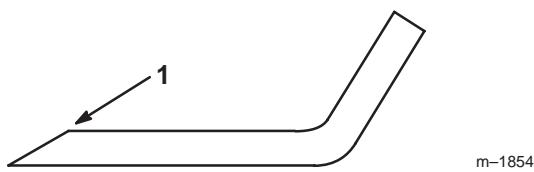

Figure 37
1. Au moyen d'une lime, aiguisez les tranchants aux deux extrémités de la lame (Fig. 37) en veillant à conserver l'angle de coupe d'origine. Limez la même quantité de métal sur chacun des deux tranchants pour ne pas déséquilibrer la lame.